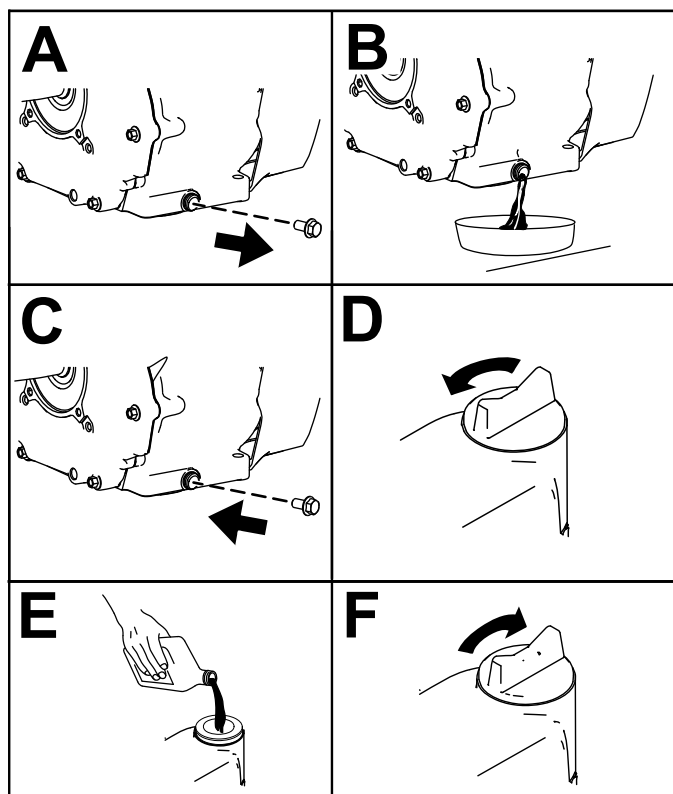

Figure 31
5. Vidangez l'huile moteur, comme montré à la Figure 31.